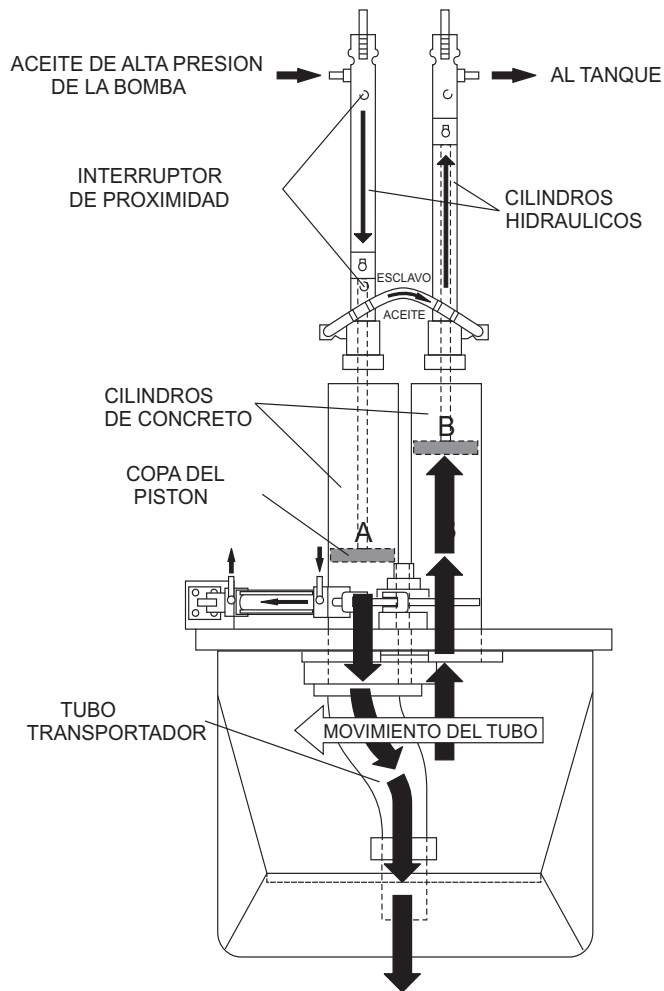

Figura 4. Ciclo de bomeo 2
El tubo trasportador cambia en secuencia a cada cilindro de concreto cuando el cilindro impulsor empuja el concreto. Cuando la segunda secuencia del ciclo empieza (Figura 4), el tubo transportador, cambia al cilindro opuesto (A). El pistón hidráulico pasa por debajo del interruptor de proximidad y envía la presión al pistón, causando que empuje y descargue el concreto a la línea de entrega. El aceite hidráulico es transferido a través del circuito esclavo al cilindro B, causándolo que empiece el tiempo de succión, rellenándolo con concreto. La secuencia de bombeo después se repite según la duración de la operación.